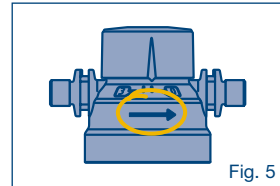

Fig. 5
2. preste bastante atenção à seta da direção correta na cabeça do filtro; o filtro deve ser instalado unicamente no fluxo direcional. (Consulte a Fig.5.)